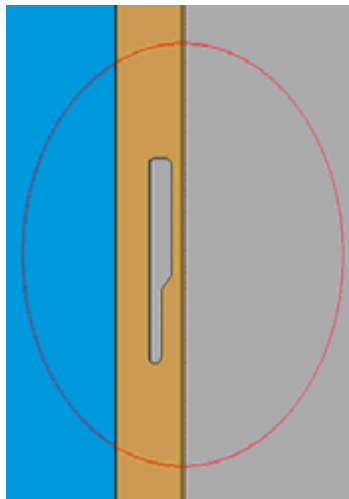
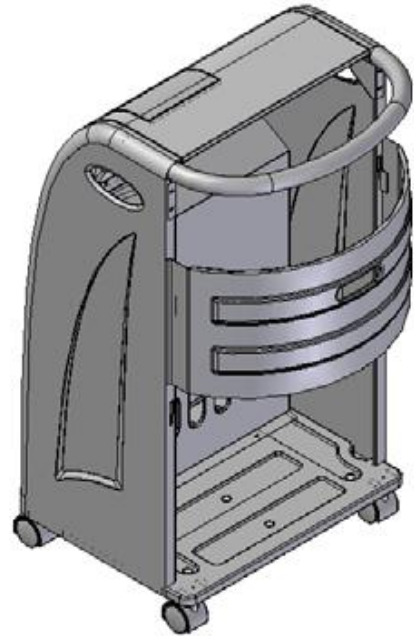

Fig. 2B
Fig.3C
9. Fixez le capot arrière : sortir la protection qui se trouve à l'intérieur du chauffage et insérer cette protection dans les 2 trous du chauffage (voir Fig. 2B & Fig.3C).